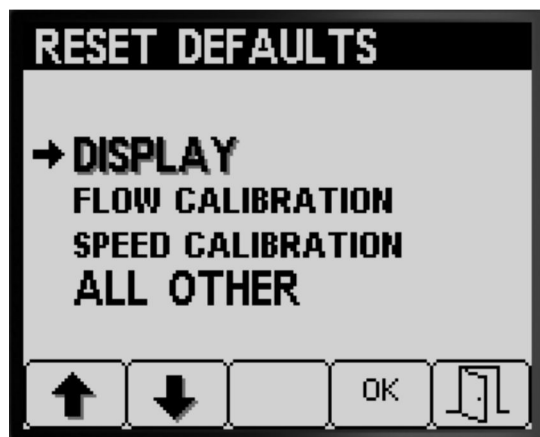

Bild 35
4. Drücken Sie Taste 4, um die Einstellungen für die ausgewählte Option zurückzusetzen (Bild 35).
5. Wiederholen Sie die Schritte 3 und 4 für alle anderen Optionen, die Sie zurücksetzen möchten (Bild 35).
6. Drücken Sie Taste 5, um die Einstellungen zu speichern, den Bildschirm STANDARDS ZURÜCKSETZEN zu beenden und auf den EINSTELLUNGEN-Bildschirm zu gehen (Bild 35).